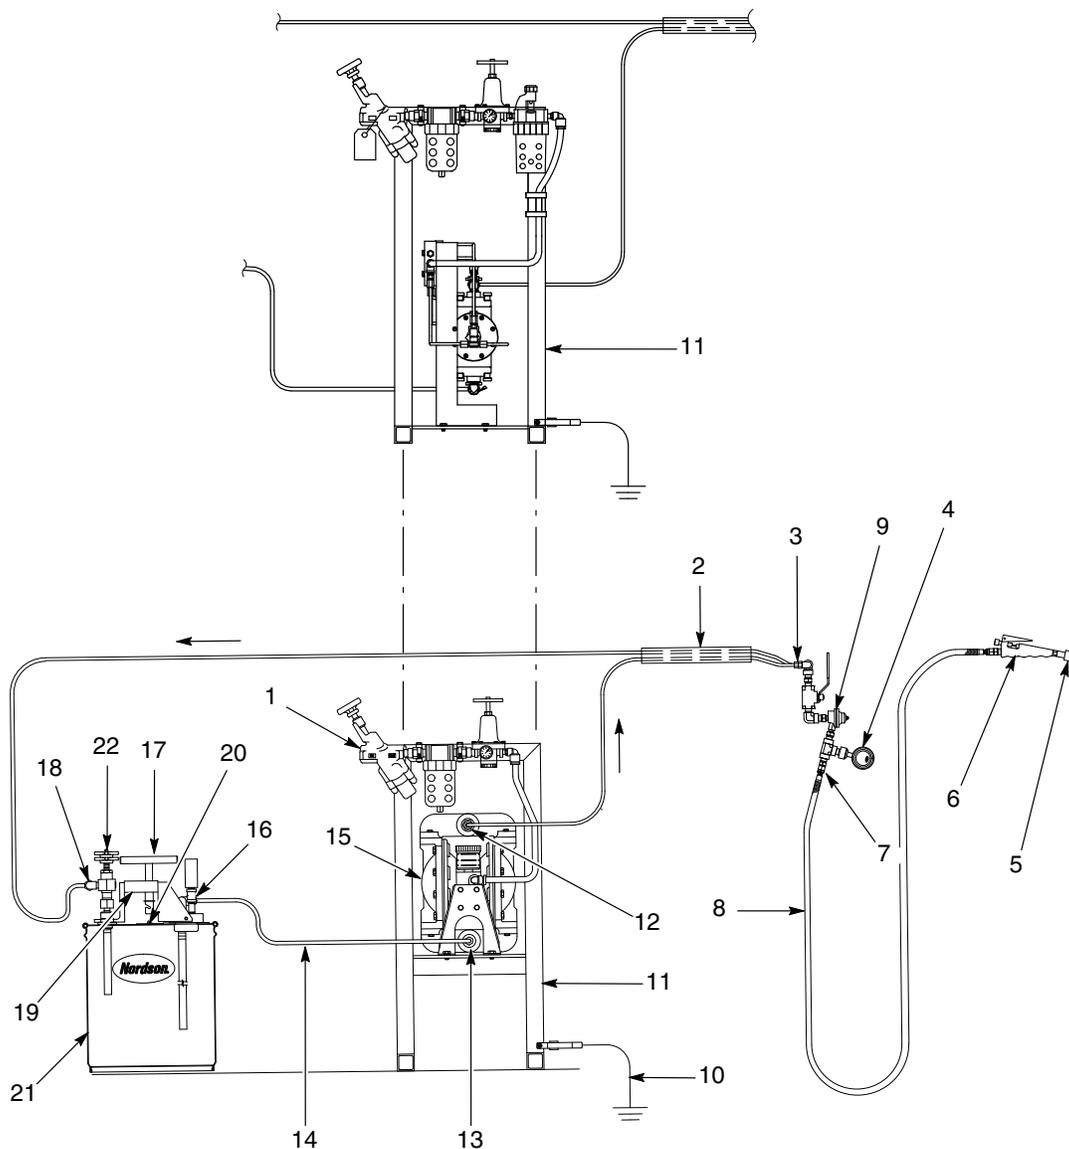

Figura 3 Sistema tipico
2. Vedi figura 3. Fissare saldamente il supporto della pompa a membrana (11) al pavimento.
3. Applicare il polsino di terra (10) al supporto della pompa a membrana. Collegare il polsino di terra all'effettiva messa a terra.
1. Vedi figura 3. Aprire un nuovo secchio di primer togliendo entrambi i tappi e cappucci.
2. Premere verso il basso l'impugnatura a T (17) per allentare la tensione. Togliere il manico del secchio dall'impugnatura a T. Rimuovere il gruppo dell'impugnatura a T (19) dal vecchio secchio di primer (21).
6. Accendere l'alimentazione d'aria alla pompa del primer per avviare la pompa a membrana (15) e per avviare la circolazione del materiale primer.
1. Vedi figura 3. Applicare una nuova punta (5) alla pistola manuale (6).
2. Accendere l'alimentazione d'aria e regolare la pressione della pompa a membrana (15) su 1,4-1,7 bar (20-25 psi).
2. Vedi figura 3. Rimuovere e smaltire la punta della pistola manuale (5).
3. Spegner l'alimentazione d'aria alla pompa a membrana (15). Girare in senso antiorario l'impugnatura a T (17) che fa parte del gruppo impugnatura a T (19) per allentare la pressione sul manico del secchio (20).
4. Rimuovere il gruppo dell'impugnatura a T dal secchio di primer (21). Trasferire il gruppo dell'impugnatura a T ad un secchio di solvente metiletilchetone (MEK). Stringere l'impugnatura a T per fissare il gruppo dell'impugnatura a T al secchio di solvente MEK.
5. Avviare la pompa a membrana (15). Regolare le vite di arresto sulla pistola manuale (6) completamente in senso antiorario.